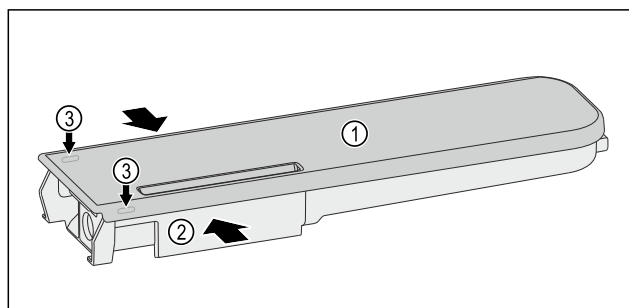

Fig. 125
- ▶ 挤压水容器 Fig. 125 (2)，然后小心地将盖子 Fig. 125 (1) 从锁定凸耳 Fig. 125 (3) 上撬起并向上拉。
- ▶ 略微来回移动盖子 Fig. 125 (1)，然后将其向上取下。